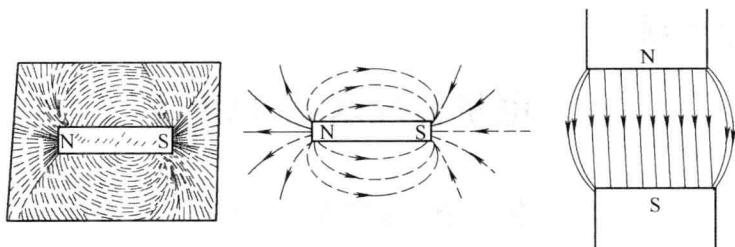

图 1-1 条形磁铁的磁力线
3) 磁力线的疏密程度通常表明了磁场的强弱。在磁场强的地方磁力线比较密；反之磁力线比较疏。在磁场均匀的地方，磁力线疏密均匀并互相平行，如图 1-1 所示。